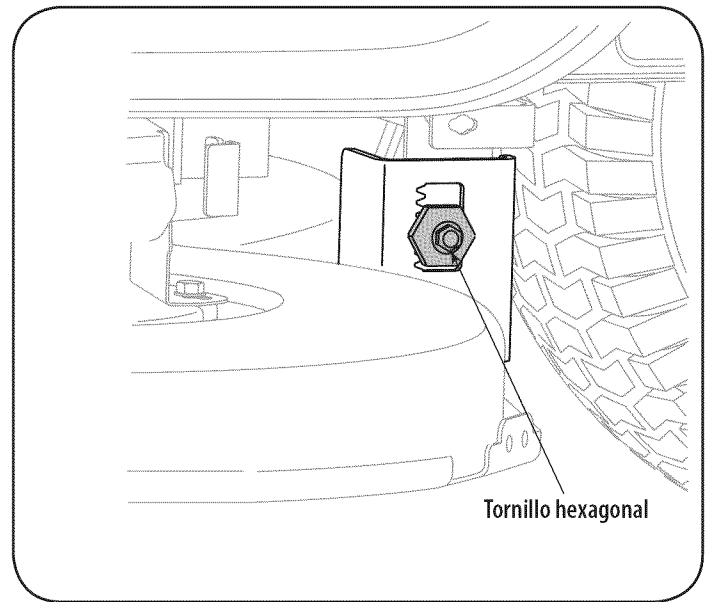

Figura 14
3. Afloje, pero no lo quite, el tornillo hexagonal de la izquierda soporte de la cubierta de colgar. Véase la Figura 14.